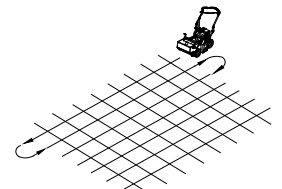

Abb. 7
- Um das beste Ergebnis zu erzielen, sollten Sie immer in zwei Durchgängen bei jeweils halber Saatgeschwindigkeit kreuzweise arbeiten. (Siehe *Abb. 7 und 8*)
Schneiden Sie vor Beginn der Arbeiten den Rasen kürzer als üblich (z. B. 5 cm bei Festuca) Um ein möglichst gutes Ergebnis zu erzielen, sollten Sie kreuzweise vertikutieren und nachsäen (siehe Abb. 7 und 8).